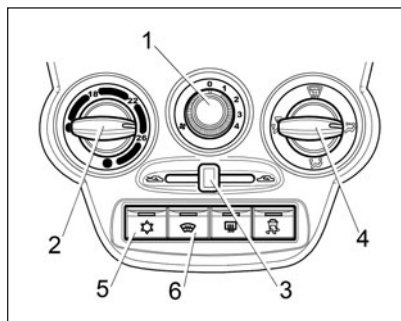

Рис. 40. Блок управления климатической системой (в вариантном исполнении)
- **рукоятку 3** (см. рис. 38 и рис. 40) перевести в крайнее левое положение ;
В вариантном исполнении (см. рис. 40) климатическая установка имеет дополнительный режим кондиционирования, обеспечивающий охлаждение воздуха, подаваемого в салон автомобиля.
2. Включите вентилятор, установив **рукоятку 1** (см. рис. 40)
Для установки желаемой температуры воздуха в салоне поверните **рукоятку 2** (см. рис. 40) по часовой стрелке для повышения, против часовой стрелки для понижения. Температура будет поддерживаться автоматически в пределах производительности климатической установки и установленного допуска.
2. Поверните **рукоятку 2** (см. рис. 40 против часовой стрелки в левое положение до упора (синяя точка на блоке управления).
4. **Рукояткой 1** (см. рис. 40) включите максимальную скорость вентилятора климатической установки (положение «4»).
Для включения/выключения ЭОВС нажмите **кнопку 6** (см. рис. 40), при включении загорается индикатор на кнопке выключателя. Контрольный световой индикатор, расположенный на кнопке выключателя, будет светиться желтым светом в течение всего времени работы системы электрообогрева. Система ЭОВС функционирует только при работающем двигателе.